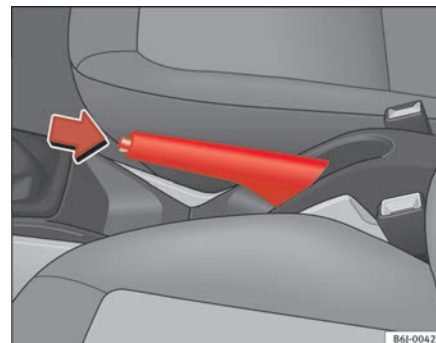

Fig. 102 Il freno a mano, ubicato tra i due sedili anteriori
- Tirare la leva del freno a mano verso l'alto ⇒ **fig. 102**.
- Tenendo premuto (nella direzione indicata dalla freccia ⇒ **fig. 102**) il tasto di sblocco, spostare prima la leva leggermente verso l'alto e poi abbassarla del tutto ⇒ .